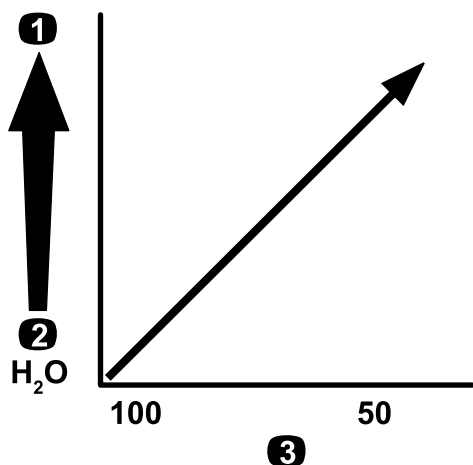

Figura 80
**Important:** Atunci când pulverizai produse chimice cu vâscozitate mai mare (mai vâscoase) sau soluii cu pulberi umectabile, poate fi necesar să utilizați o plasă de sită mai grosieră pentru filtrul de vârf de duză opțional; consultați Figura 80.